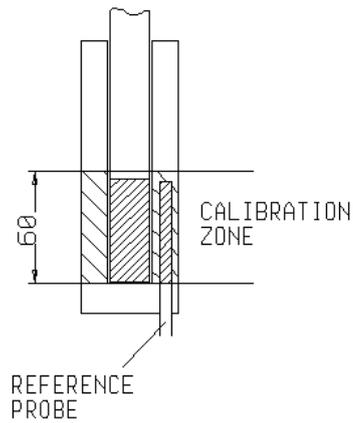

Fig.2
- Setzen Sie den Prüfling so tief wie möglich in den Block ein. Der messende Teil des Fühlers befindet sich so optimal in der “Kalibrierzone” (fig. 2).